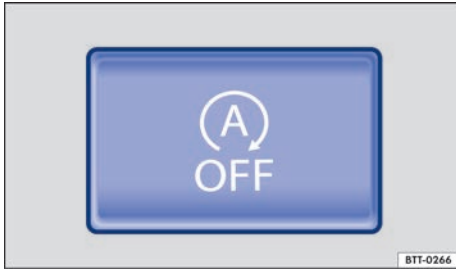

Fig. 103 En la parte inferior de la consola central: tecla del sistema Start-Stop.
- Para desconectar el sistema, pulse la tecla  situada en la consola central → fig. 103. Cuando el sistema Start-Stop está desconectado, se enciende el testigo de control de la tecla.
- Para volver a conectar el sistema, pulse de nuevo la tecla  de la consola central → fig. 103.